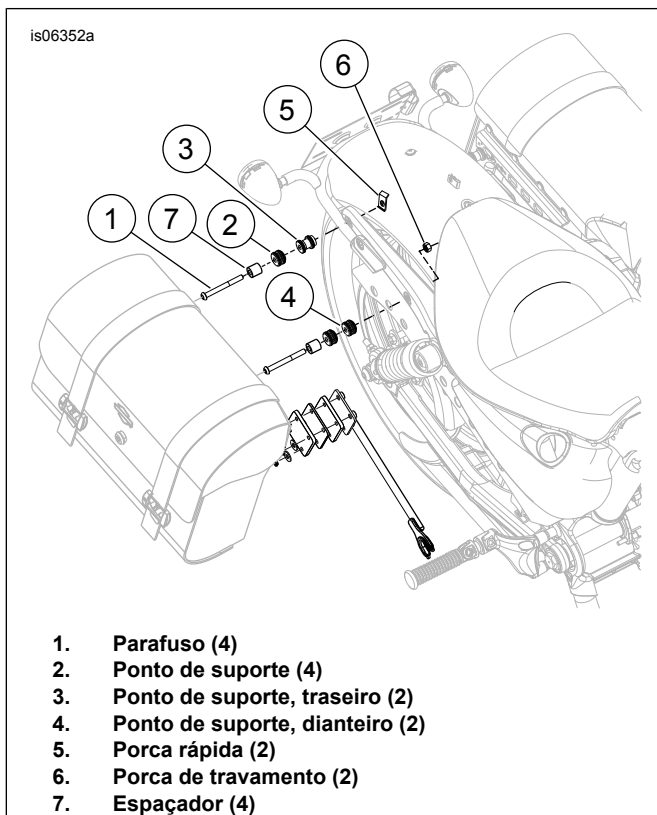
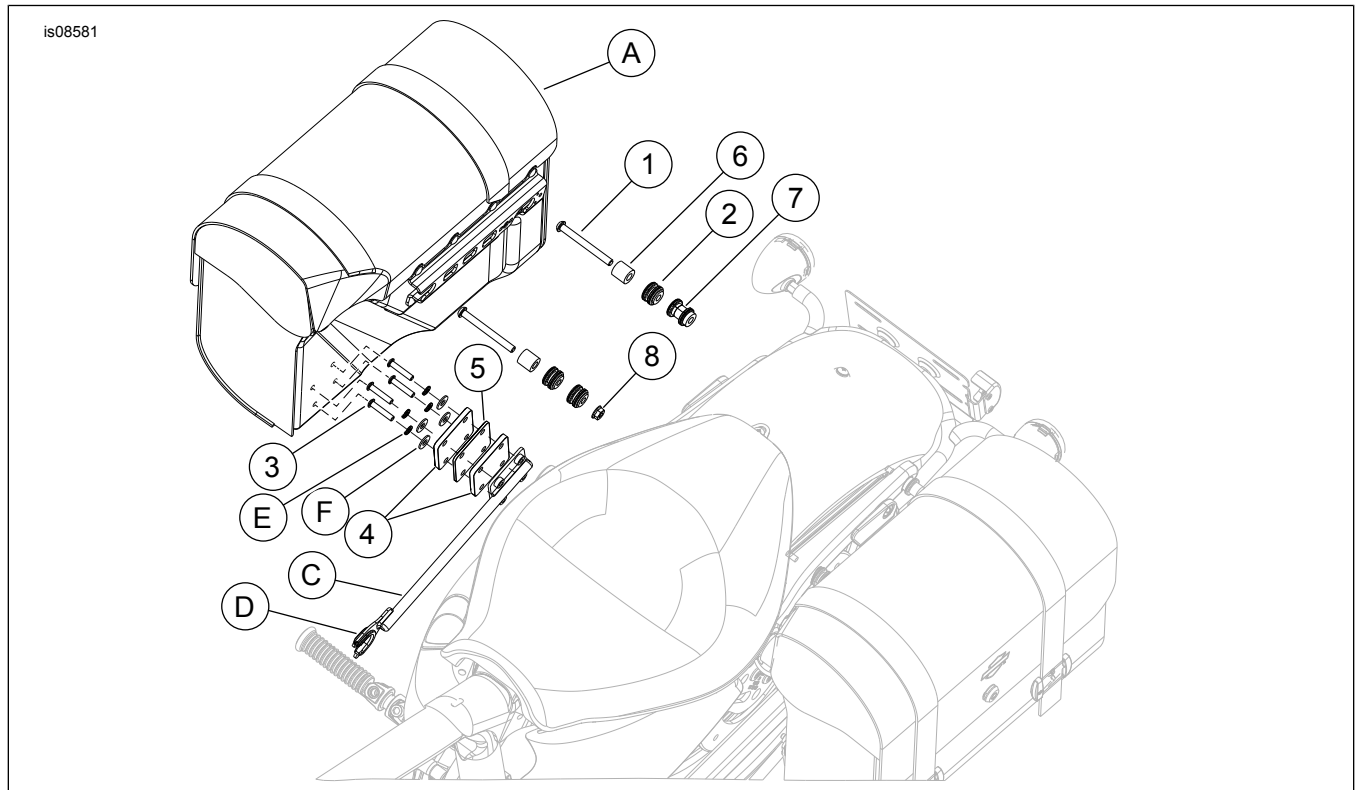

Figura 2. Empilhamento das ferragens do ponto de suporte
Figura 3. Peças de reposição: Ferragens de fixação
Veja a Figura 3 e consulte a Tabela 1.
1. Veja Figura 2. Pegue um parafuso (1), um ponto de suporte dianteiro (4), um espaçador (7) e a porca de travamento (6) removida anteriormente. Observe o anel com diâmetro pequeno em uma das extremidades de ambos os pontos de suporte. **Para motos com kits adicionais removíveis:** Use os pontos de suporte (2) no lugar do espaçador (7) para a instalação dianteira e traseira.
4. Pegue um espaçador (7), um parafuso (1) e um ponto de suporte traseiro (3) do kit e a porca rápida (5) removida anteriormente. Observe o anel com diâmetro pequeno em uma das extremidades de ambos os pontos de suporte. **Para motos com kits adicionais removíveis:** Use os pontos de suporte (2) no lugar do espaçador (7) para a instalação dianteira e traseira.
8. Veja a Figura 3. Pegue quatro parafusos (3), dois espaçadores (4), (6,3 mm (1/4 pol.) de espessura) e um espaçador (5), (3,2 mm (1/8 pol.) de espessura) do kit, e o braço de apoio (C), as quatro arruelas de pressão (E) e as quatro arruelas lisas (F) do kit de alforje 90201328.